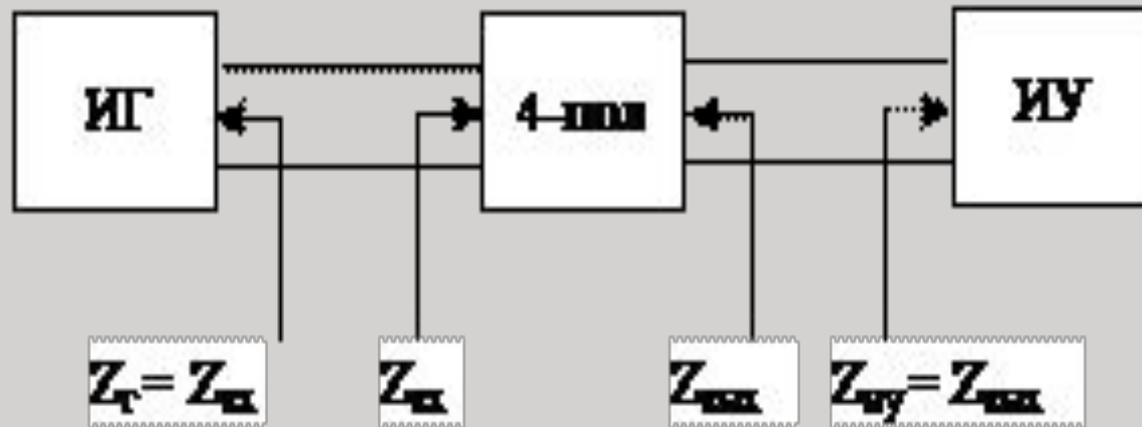

Рис. 2. Схема измерения уровня при **согласованном** подключении ИУ
2. Подключение ИУ **согласованно** ($Z_{\text{ИУ}} = Z_{\text{ВЫХ}}$) 600–омным или 150 (135)–омным входом, при этом входное сопротивление измерителя уровня является нагрузкой измеряемого тракта передачи (рис. 2). Такое включение возможно, **когда требуемое сопротивление нагрузки соответствует одному из входных сопротивлений ИУ.**